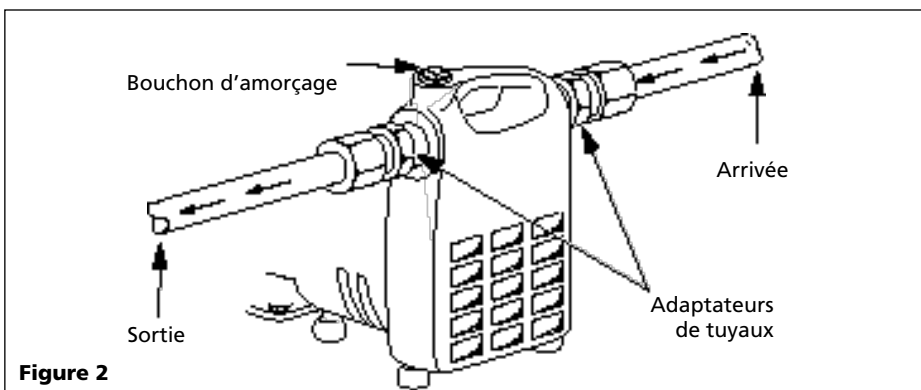

Figure 2
4. La figure 2 démontre une installation typique. Des adaptateurs filetés sont fournis pour attacher un boyeau d'arrosage là où les conditions permettent son usage. La pompe ne devrait jamais être plus que 4,6 m (15 pieds) par dessus ou éloigné de la source d'arrivée. Installer un clapet de pied lorsque la hauteur d'aspiration est au delà de 3,0 m (10 pieds)